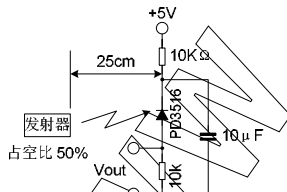

图1. 标准的发射器测量方法
- (1) 测量位置 .....室内, 没有过多的光干扰
- (2) 周围光源.....在普通的非高频荧光灯下表面照度在  $200 \pm 50 \text{Lux}$  之内。
- (3) 标准发射..... 图2中的脉冲串波形是在图1的测试图中测试, 标准的发射波形为  $50\text{mVp-p}$ 。